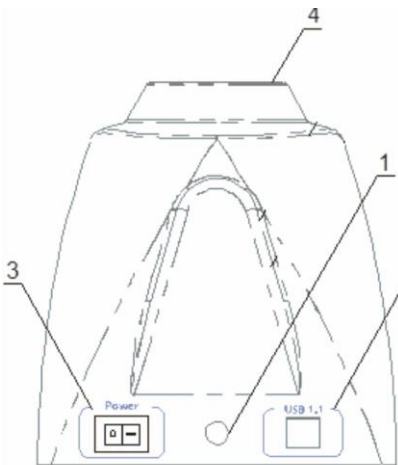

Fig.1 Pannello posteriore
- Collegare l'alimentatore esterno alla presa (fig.1/1) situata sul lato posteriore dell'unità;
- Inserire la Falcon nell'alloggiamento (fig. 1/4);
- 5.1 Collegare l'alimentatore esterno alla corrente elettrica (fig. 1/1).
- 5.2 Accendere l'unità premendo l'interruttore di alimentazione situato sul pannello posteriore (Fig.1/3).
- 5.3 Inserire la provetta nell'alloggiamento (fig. 1/4).
- 5.9 Una volta terminata l'operazione, spegnere l'unità utilizzando l'interruttore Power (fig. 1/3).
- 5.10 Scollegare l'alimentatore esterno dalla corrente elettrica (fig. 1/1).